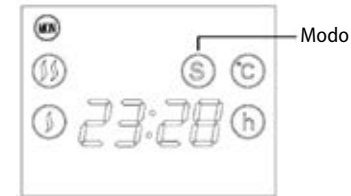

Fig. 2
2. Taladre orificios debajo de cada lado e inserte tacos de plástico. Fije el soporte a la pared con tornillos (Fig. 2)
Presione activar el modo operativo. Como se muestra en la Fig. 2, en la pantalla se ve .